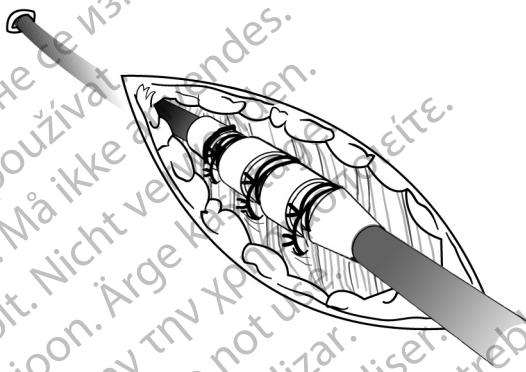

Abbildung 9. Beispiel einer Nahtmanschette, perkutane Implantationstechnik
1. Ziehen Sie die Einführschleuse ab, und schieben Sie die distale Nahtmanschette tief in das Gewebe hinein (Abbildung 9 Beispiel einer Nahtmanschette, perkutane Implantationstechnik auf Seite 31).